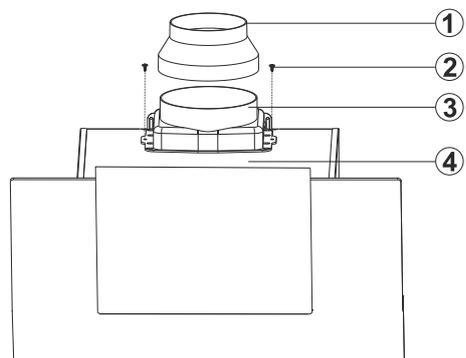

Fig. 12: CONNEXION DE CONDUIT EN PLASTIQUE 3424
Montez le conduit en plastique sur le corps du produit en utilisant deux vis 3.5x9.5 (Fig. 12).
- Connectez l'adaptateur en plastique de conduit Ø150/120 mm à la sortie d'air si le tube de refoulement d'air mesure 120 mm (Fig. 12).